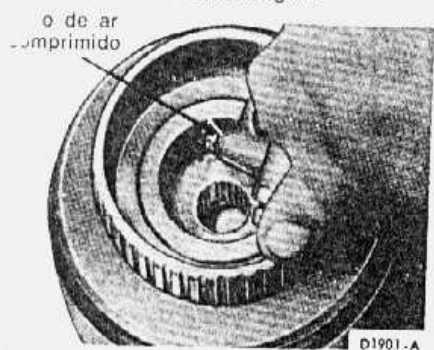

fig. 81 — remoção do êmbolo da embreagem de marchas para frente
4. Aplicar pressão de ar no orifício de pressão do êmbolo da embreagem (fig. 81) para remover o êmbolo do cubo da embreagem.